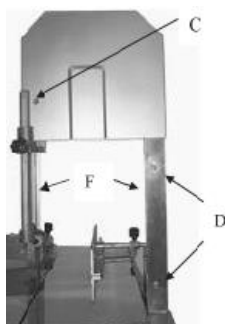

Рисунок 2
1. Ослабьте винт на передней крышке (рис. 2С)